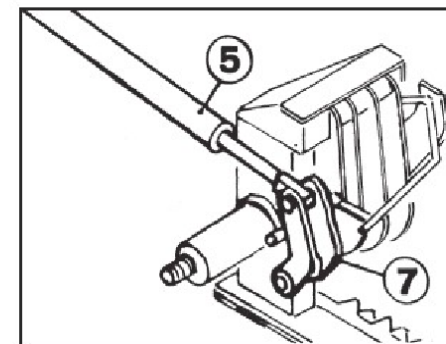

FIG. 3.4
- 5) Per i Mod. BFS 240/H e BFS 270/H, inserire il cilindro idraulico (5) nella posizione (7) (Fig. 3.4).
- 5) For the models BFS 240/H, BFS 270/H insert hydraulic shaft position 5, figure 3.4 to link position 7, always in Figure 4.
- 5) Para los modelos BFS 240/H y BFS 270/H, insertar el cilindro hidráulico (5) en la posición (7) (Fig. 3.4).
- 5) Pour les Mod. BFS 240/H et BFS 270/H, insérer le cylindre hydraulique (5) dans la position (7) (Fig. 3.4).